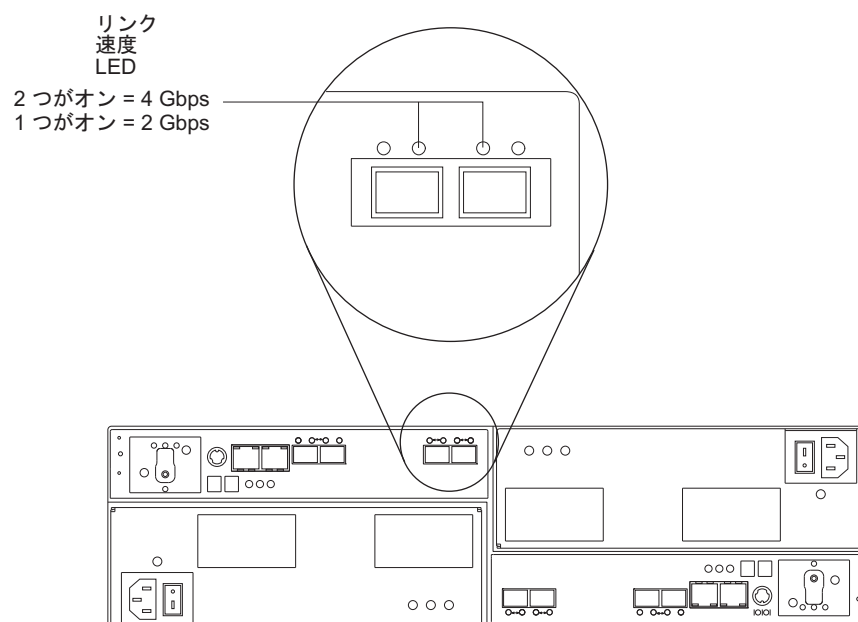

図 81. リンク速度 LED
2. リンク速度インディケータ LED を見つけます。165 ページの図 81 に、ストレージ・サブシステムの背面にあるリンク速度表示ライトの位置を示しています。
4. リンク速度スイッチを見つけます。図 81 に、コマンド・モジュールの前面にあるリンク速度表示ライトの位置を示しています。